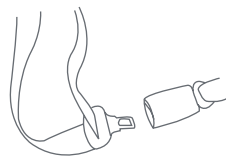

Fig. 43-2
9. Una combinación de cinturón de seguridad de regazo/hombro con **una hebilla que pueda deslizarse libremente** a lo largo del cinturón de seguridad puede requerir el uso de un gancho de fijación (Fig. 43-2). Consulte el manual del usuario de su vehículo para ver si el fabricante del vehículo ha proporcionado una forma alternativa, como un retractor de bloqueo para evitar el movimiento de la parte del regazo del cinturón de seguridad.